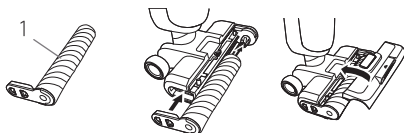

рис. 25
6. Установите роликовый валик и защитную крышку на место (рис. 25).